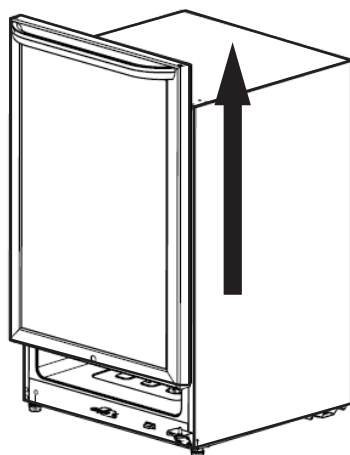

Figura 2
2. Sujete con cuidado la parte superior de la puerta e inclínela ligeramente hacia delante para dejar la bisagra al descubierto; después, levante la puerta para extraerla de la bisagra inferior y colóquela sobre una superficie almohadada para evitar que se raye. (Consulte la Figura 2).